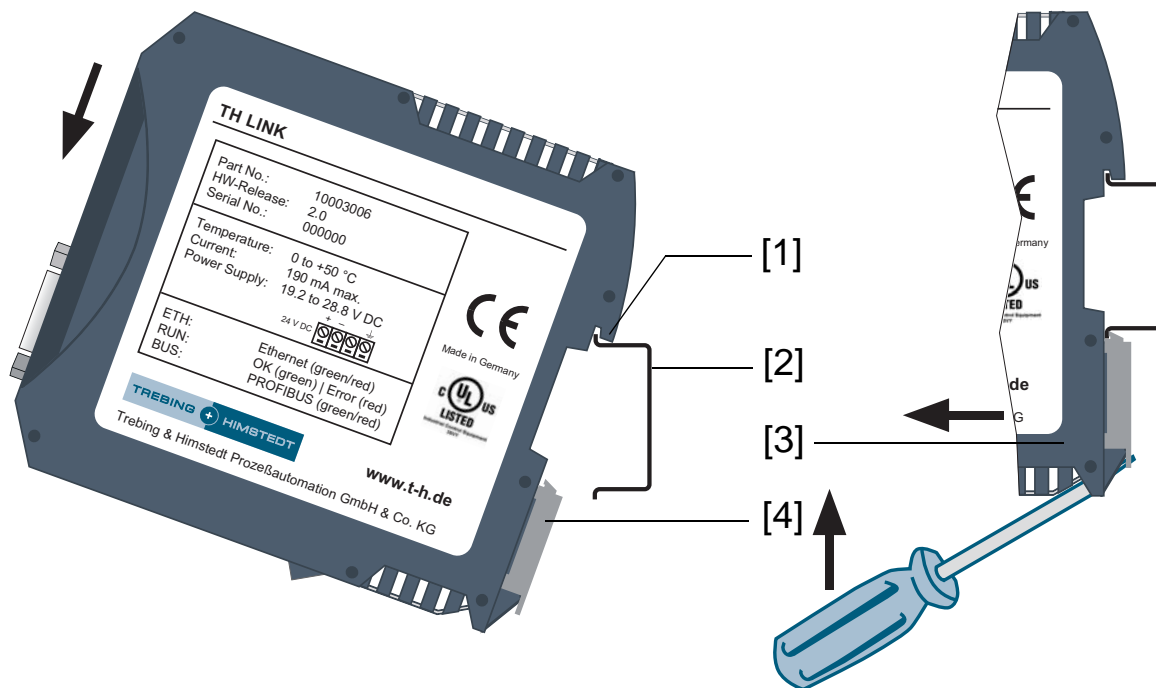

Abb. 2: Montage und Demontage des TH LINK
2. Stecken Sie den Schraubendreher in den Arretierhebel am TH LINK (siehe Abbildung 2).